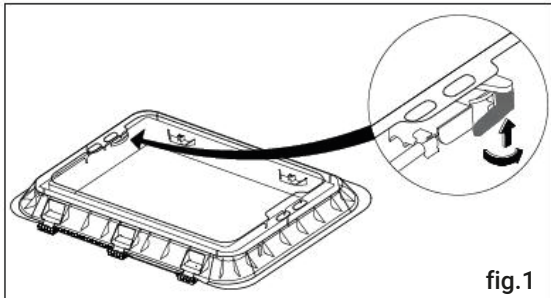

fig.1
1. Drücken Sie den Knopf des Griffs und drehen Sie ihn um 90° (siehe Abbildung 1).